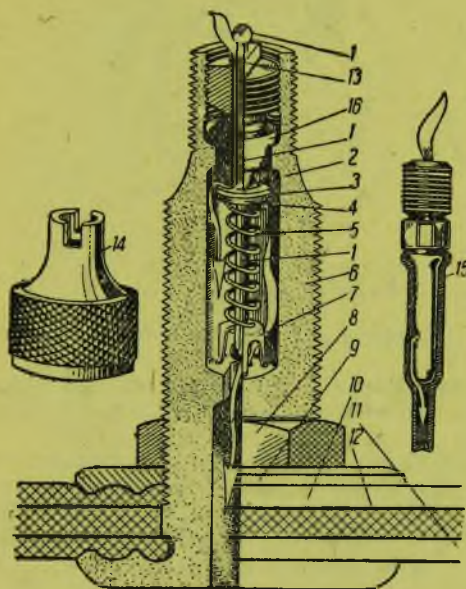

Рис. 195. Вентили
Вентили бывают двух типов: велосипедного (Денлоп) и автомобильного (Шрадер) (рис. 195). В вентиле Шрадер часто пружина (5) делается слишком сильной, и тогда, чтобы накачать шину, прибегают к отвертыванию всего золотника. Этот метод нужно считать неверным, так как в результате частых отвинчиваний и завинчиваний резина на золотничке срывается, и он пропадает, так как чинить золотничок невозможно. Поэтому жесткую пружину золотничка нужно немного сжать, что ослабит ее действие.